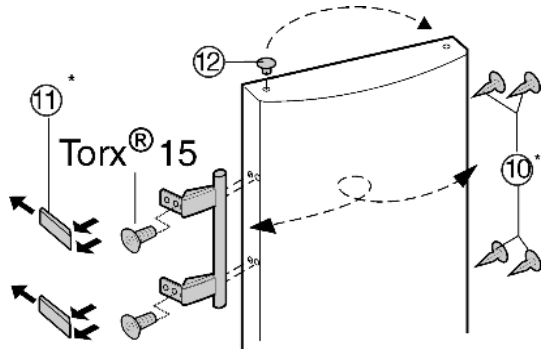

Fig. 8
- ▶ Извлеките пробку Fig. 8 (12) из опорной втулки дверцы и переставьте.
- ▶ Снимите и переставьте на противоположную сторону дверную ручку, пробку Fig. 8 (10) и прижимные пластины Fig. 8 (11).